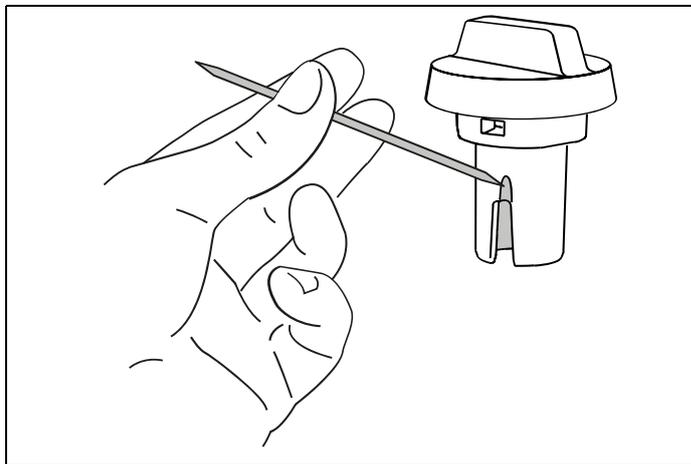

Fig. 53
- Lavez soigneusement tous les composants du mousser avec de l'eau chaude et du liquide vaisselle doux. Tous les composants et le récipient vont au lave-vaisselle, en les plaçant dans le panier supérieur du lave-vaisselle. Faites particulièrement attention à vérifier dans le creux et la rainure sous le cadran (Fig. 53) l'absence de résidu de lait : grattez les éventuels résidus de la rainure avec un cure-dent.